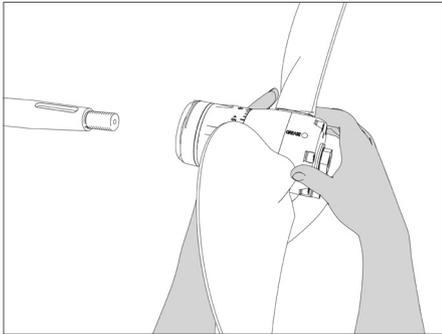
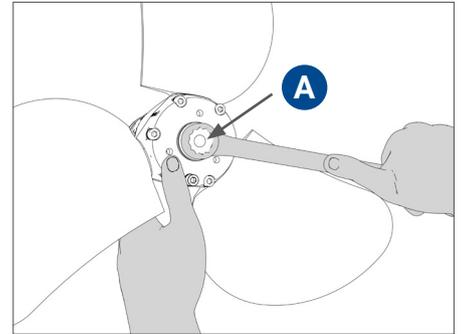

ABB. 6 Aufstecken des Propellers auf die Welle
ABB. 8 Anziehen der Spannmutter
- Stecken Sie die komplette Propellereinheit ohne Passfeder auf die Welle (**Abb. 6 und 7**), halten Sie sie fest und **A** ziehen Sie die Spannmutter ganz an (**Abb. 8**).